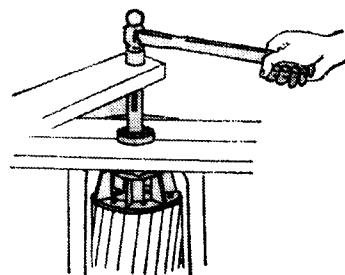

图 1-15 用圆筒、扁铁架起转子拆卸轴承
(3) 用扁铁架住拆卸 用两根扁铁架住轴承内圈,并把扁铁架起,使转子悬空,如图1-15所示。然后在轴端上垫铅块或铜块,用锤子敲打。用此法拆卸轴承时,扁铁应固定或有人扶住,以免敲打时移位。转子下面需垫上木板,或者用圆筒支撑扁铁,圆筒内放些柔软的东西,以防拆下轴承时摔坏转子。不能用锤直接敲打轴端面,不然会使轴变形。